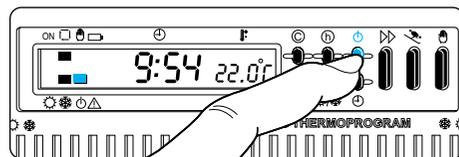

Fig. 34
12.1 - Premere il pulsante  (fig. 34).